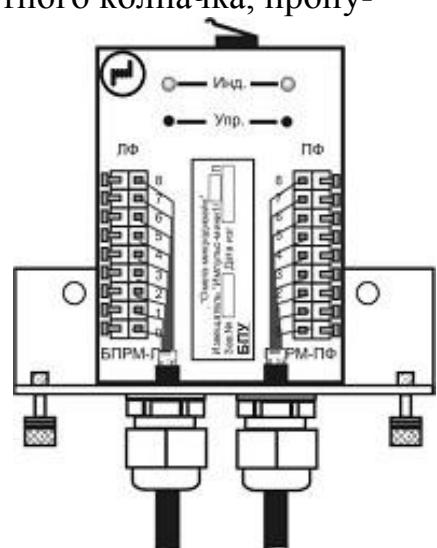

Рис. 10.24
10.4.3 Произвести ввод кабелей БПРМ в коммутационный отсек БПУ (рис. 10.24). Для чего вывернуть зажимные гайки, ввести кабели в коммутационный отсек и завернуть зажимные гайки до упора. Кабели надежно зафиксировать.